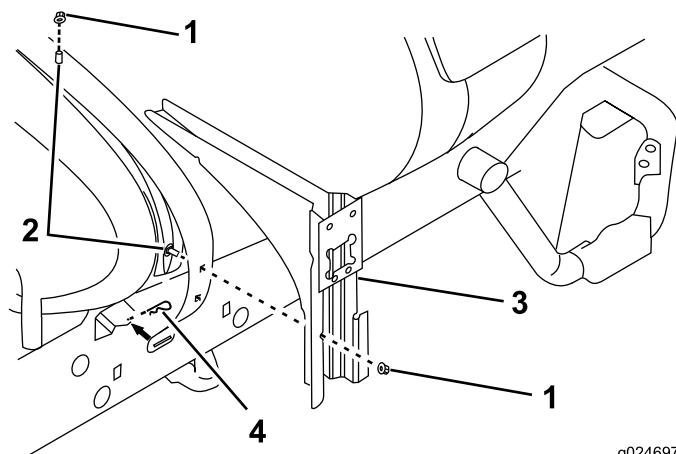

図 10
- 右側のタンク固定ベルトにキャリッジボルト（2本）を取り付ける（図 10）。
- 先ほどとりつけたキャリッジボルトに、バルブマウントを取り付ける；フランジナット2個を使用する（図 10）。